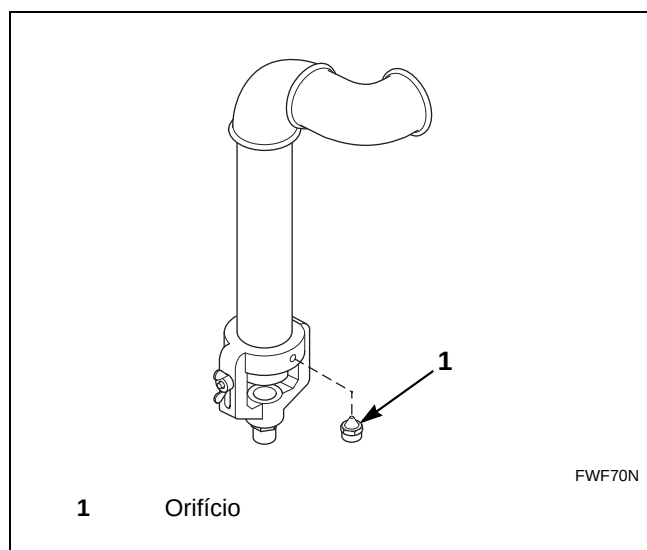

Figura 9
3. Use uma chave inglesa para remover o orifício principal. Consulte a *Figura 9*.